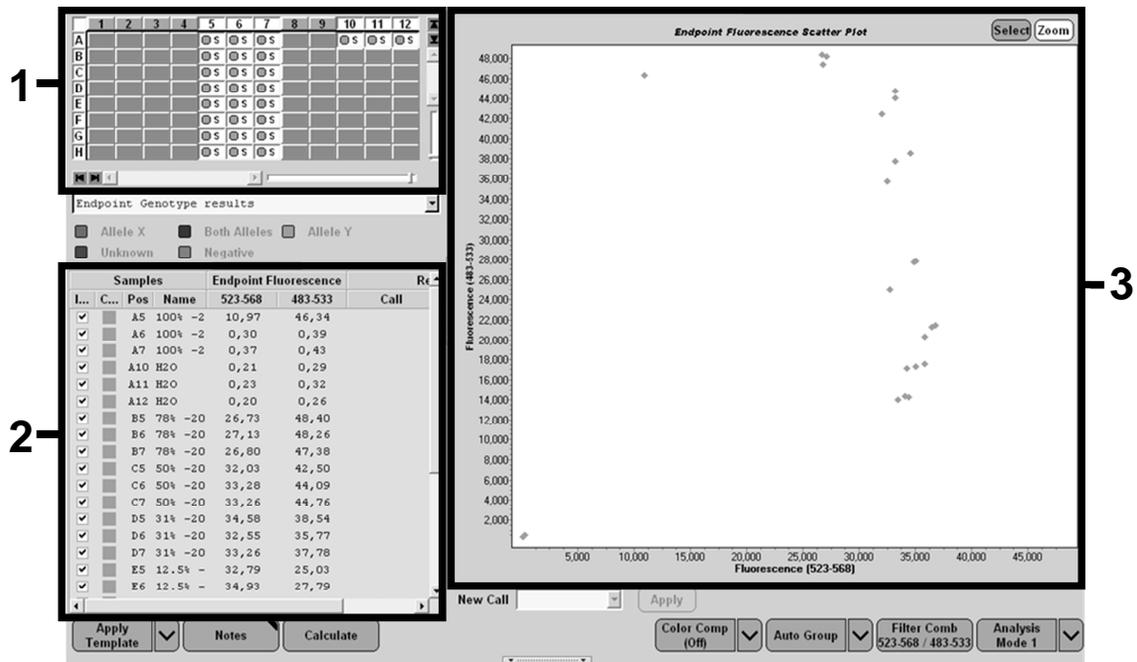

Figure 25. Présentation des données
16. La fenêtre suivante (figure 25) indique le schéma de plaque (1, en haut à gauche), les résultats de fluorescence pour chaque échantillon (2, en bas à gauche) et le graphe de discrimination allélique (3, à droite ; fluorescences FAM et VIC mesurées au 50ème cycle de PCR).